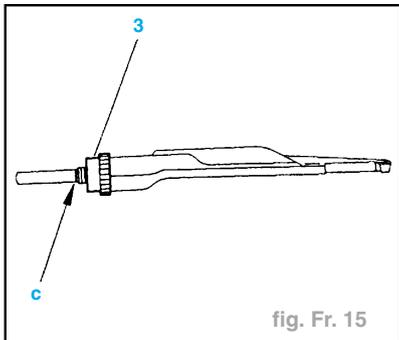

fig. Fr. 15
- Mettre la molette (3) en appui en "c" (fig. Fr. 15).